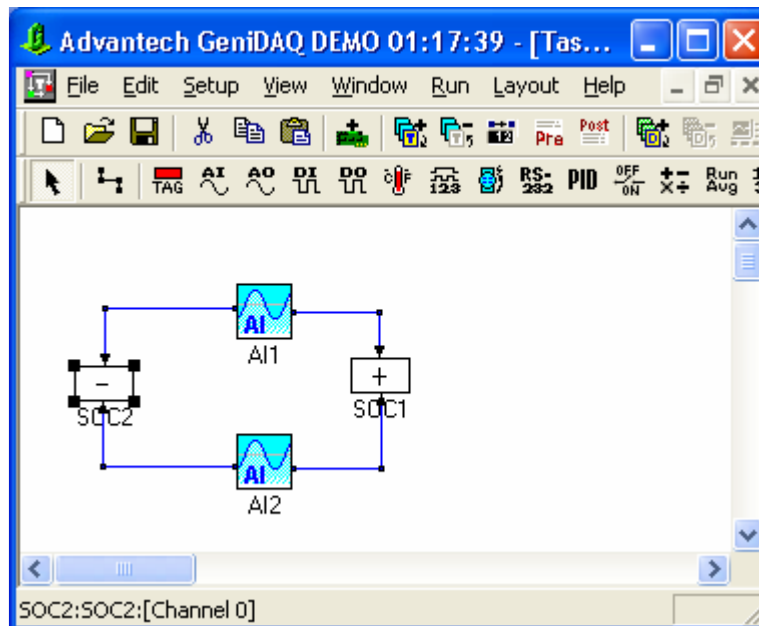
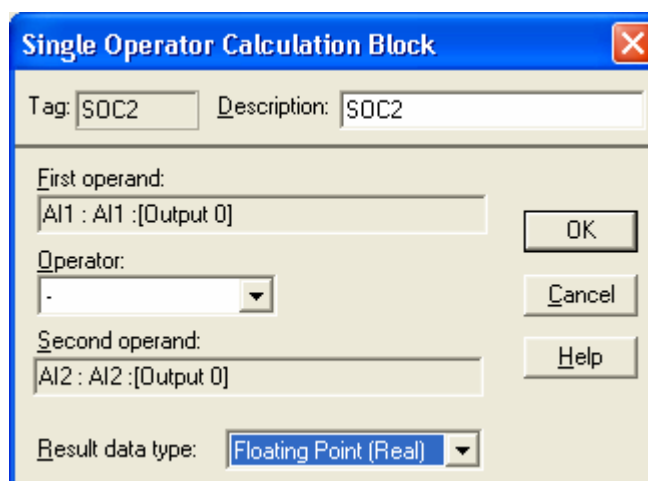

Рис. 4.37. Окно редактора задач с блоками аналогового ввода и блоками сложения и вычитания
Рис. 4.38. Результирующая настройка блока вычитания
5. *Пятое действие.* Аналогичным образом установите в окне редактора задач блок вычитания и установите связи между блоками аналогового ввода и блоком вычитания. Результирующий вид окна редактора задач показан на рис. 4.37, а настройка блока вычитания — на рис. 4.38.